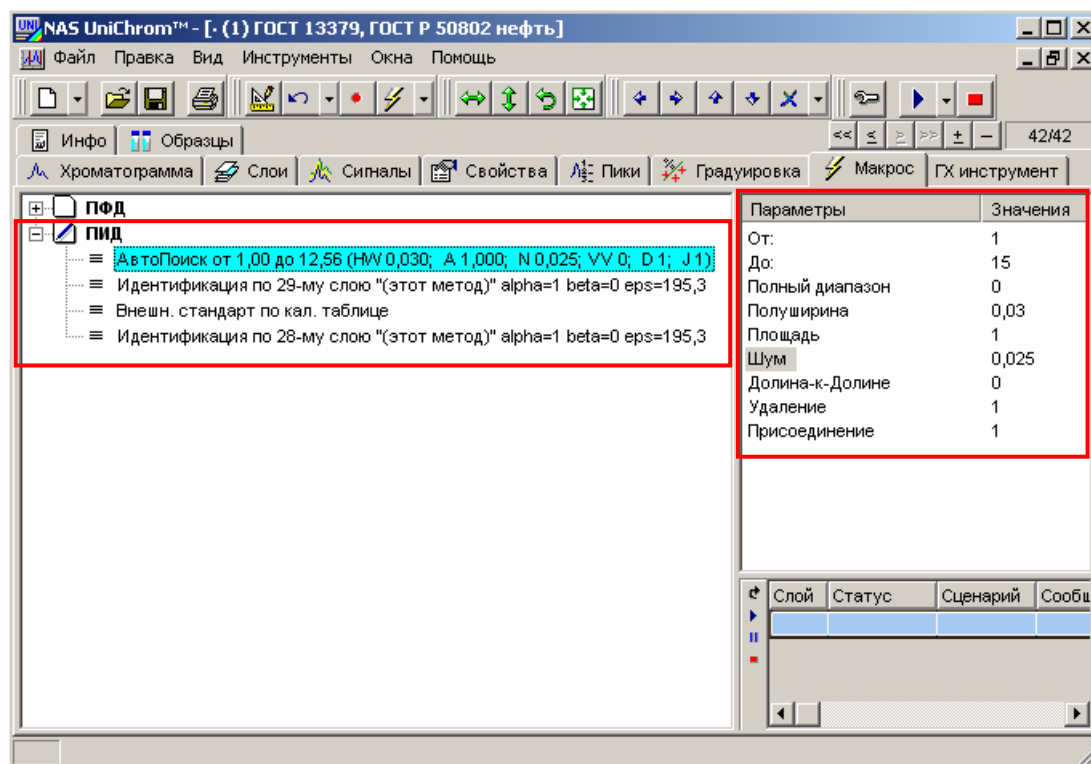

Рис. 45. Авто-поиск пиков для сигнала ПИД.
- Авто-поиск пиков с параметрами, указанными в таблице 10 (см. Рис. 45)